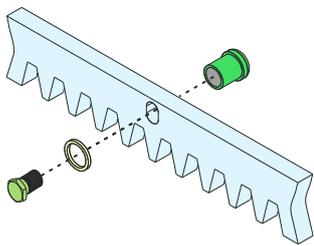

Fig. 8
**6.2.** Fixez les cliquets de support sur chaque élément de crémaillère, à l'aide des vis de blocage spéciales; Attention à les placer dans la partie supérieure du trou - Fig. 8;